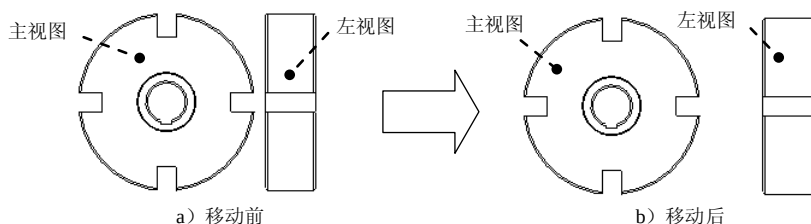

图 3.5.2 移动视图
Step3. 选取并拖动左视图, 将其放置在合适位置, 如图 3.5.2 所示。